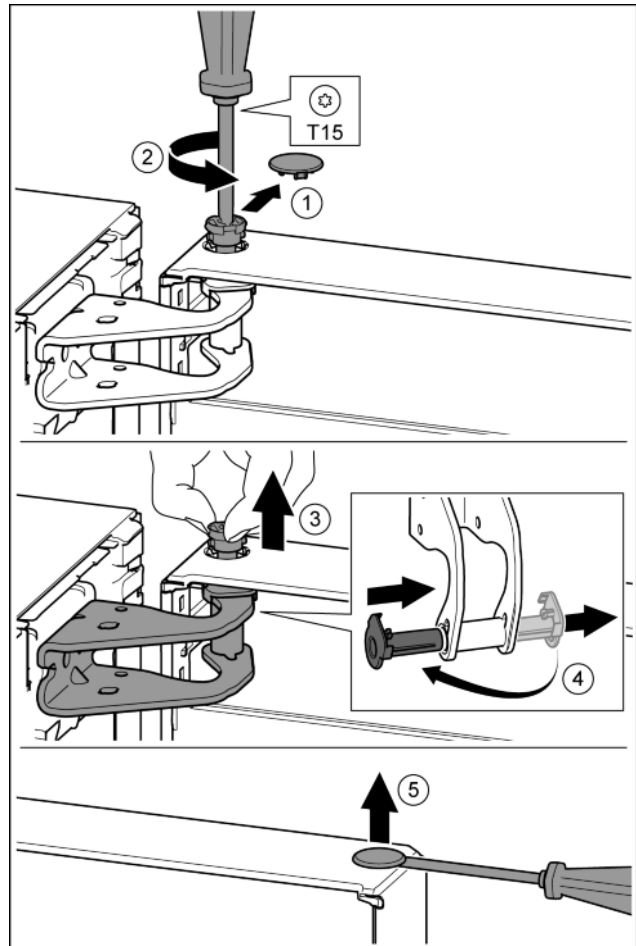

Fig. 10
- ▶ Обережно зніміть запобіжну кришку. Fig. 10 (1)
- ▶ Трохи викрутіть гвинт за допомогою викрутки T15. Fig. 10 (2)
- ▶ Притримуйте дверцята і витягніть палець руками. Fig. 10 (3)
- ▶ Витягніть із прямої опору втулку. Встановіть і зафіксуйте з іншого боку. Fig. 10 (4)
- ▶ За допомогою шліцевої викрутки обережно підійміть пробку із опорного втулка дверцят та витягніть її. Fig. 10 (5)